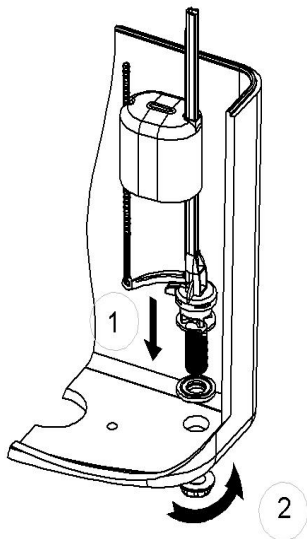

Рис.2
- 10.1 Надеть прокладку 4 (см. рис. 2) на корпус 6, опустить арматуру в отверстие бачка.